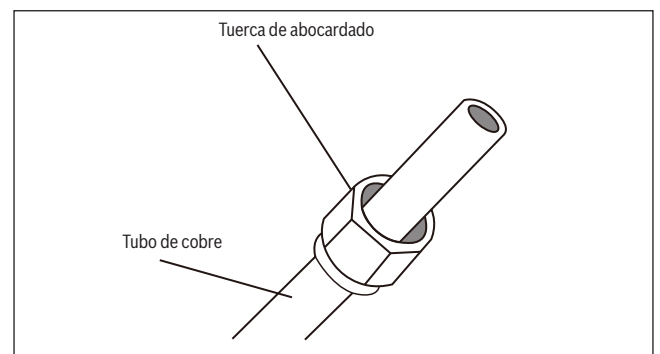

Fig. 30.
3. Ubicar ranuras de abocardado a ambos lados del tubo. Asegurarse que se encuentren en la dirección correcta porque no podrá cambiarlos o cambiar su dirección después de abocardar. Véase **fig. 30**.